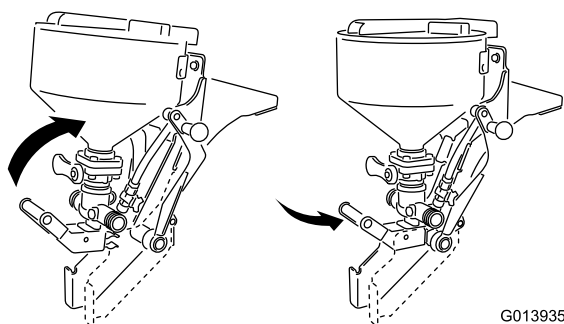

Figura 18
- A. Sollevare la stegola inferiore per sollevare il nebulizzatore e allo stesso tempo inclinatelo leggermente verso il serbatoio (Figura 18).
- B. Guidate l'aletta sotto la traversa con la linguetta saldata nella parte superiore del gruppo telaio (Figura 18).
molla all'alloggiamento del perno grande nella parte inferiore del telaio (Figura 18).